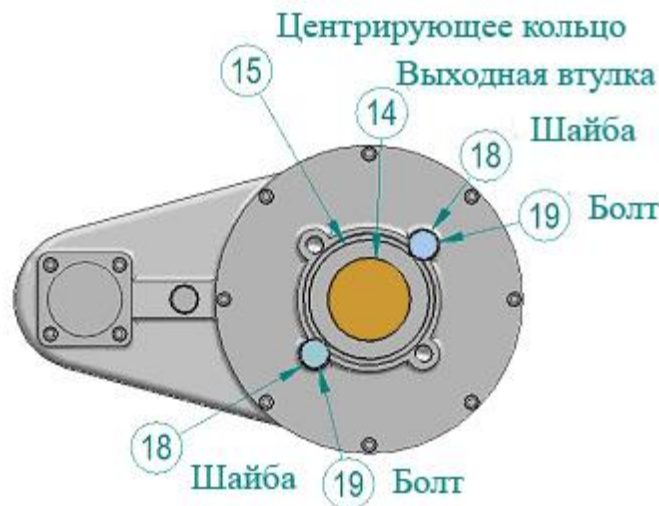

Рис. 6А. Редуктор IS с установленными шайбами и болтами
- 1) Убедитесь, что обработанная втулка установлена в редуктор должным образом (см. рис. 6).